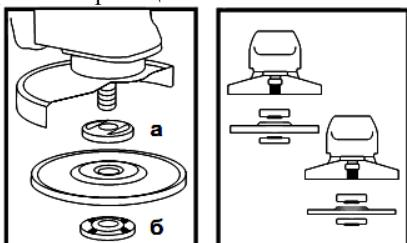

Рисунок 2
5.4 Установите на изделие шлифовальный либо отрезной диск. Для этого нажмите на кнопку фиксации шпинделя (1) и проверните шпиндель до такого положения, при котором он зафиксируется. С помощью вилочного ключа из комплекта изделия отверните и снимите зажимную гайку (6) (смотрите рисунок 2). Установите шлифовальный диск на посадочное место фланцевой шайбы (а) (рисунок 2), наживите рукой зажимную гайку на шпиндель и затяните ее ключом из комплекта изделия.